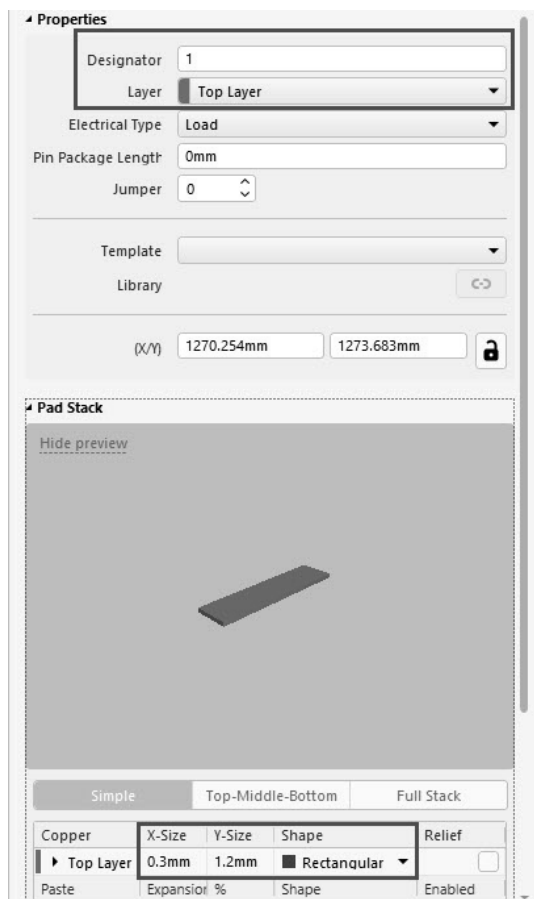

图 3-37 焊盘属性设置
(4) 执行菜单栏中“放置”→“焊盘”命令，在放置焊盘状态下按 Tab 键设置焊盘属性，因为该元件是表面贴片元件（若是直插器件，Layer 应设置为 Multi-Layer），所以焊盘的属性设置如图 3-37 所示。